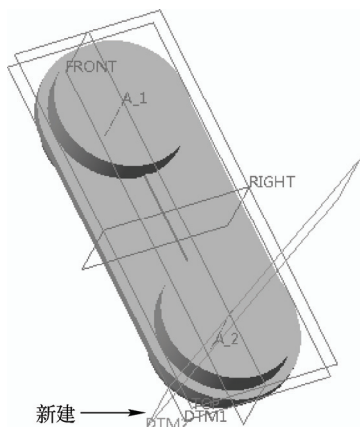

图 16-61 新建 DTM2 平面
STEP 05 使用“平面”命令, 按住〈Ctrl〉键的同时, 在绘图区中依次选择“FRONT”基准平面和“A_2”轴, 在“旋转”文本框中输入“-60”, 单击“确定”按钮, 即可新建一个名为 DTM2 的平面, 如图 16-61 所示。